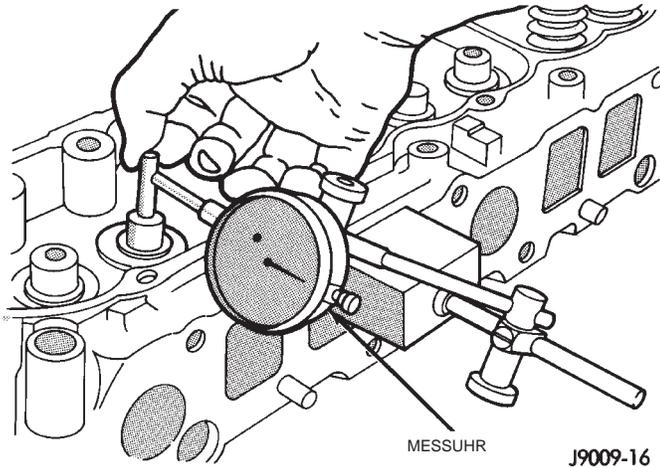

Abb. 70 Messen des seitlichen Ventilspiels
(1) Mit einer Messuhr die seitliche Bewegung des Ventilschafts (Spiel zwischen Ventilschaft und -föhrung messen). Die Messung erfolgt bei eingebautem Ventil und unmittelbar über dem Ventilsitz (Abb. 70).
(2) Das korrekte Spiel beträgt 0,025-0,0762 mm (0,001-0,003 Zoll). Bei Überschreitung des Sollbereichs Ventilfehrung aufreiben, um ein Ventil mit Übermaß-Ventilschaft aufzunehmen.